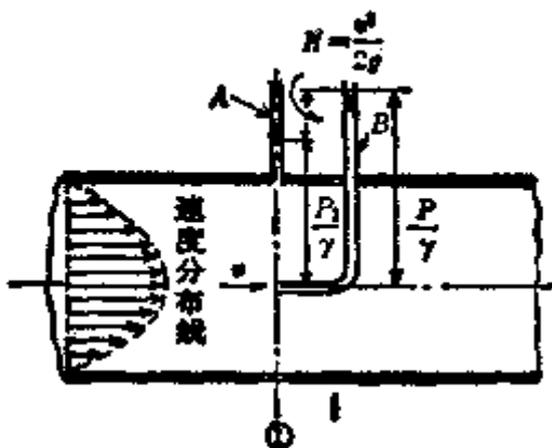

图5.14 皮托管的原理
**【例题】** 如图5.14所示，测出皮托管的压头差为20cm，皮托管系数  $C=1$ ，求皮托管顶端的流速。
**【解答】** 将  $C=1$ ， $H=0.2\text{m}$ ， $g=9.8\text{m/s}^2$  代入 (1) 式，得